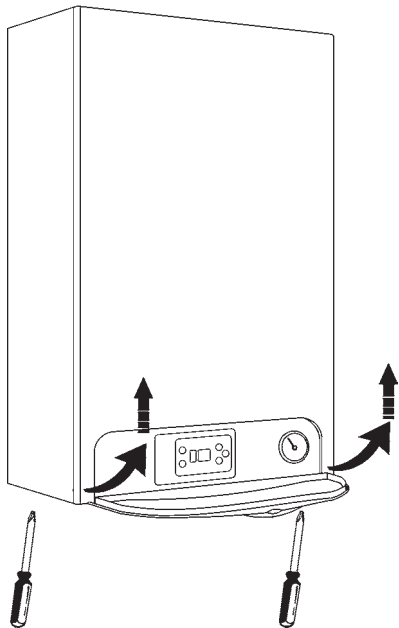

Abb. 5.1
- Entfernen Sie die Geräteverkleidung durch Lösen der Schrauben an der Geräteunterseite (Abb. 5.1). Öffnen Sie die Bedienungsklappe und ziehen die Geräteverkleidung nach vorne-oben weg.